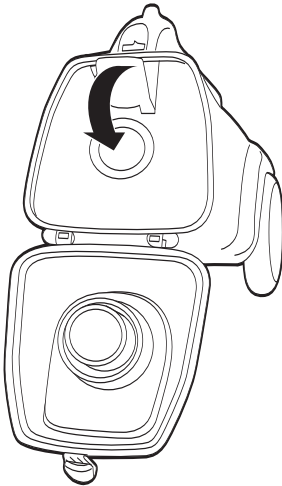

FIG. 11
Step 3: Fold BAG CLOSURE FLAP down and push behind rubber seal (Fig. 11).
Étape 3 : Repliez le **VOLET DE FERMETURE DE SAC** et poussez derrière le joint en caoutchouc (Fig. 11).
Paso 3: Pliegue la **ALETA DE CIERRE DE LA BOLSA** hacia abajo y presiónela más allá del sello de goma (Fig. 11).